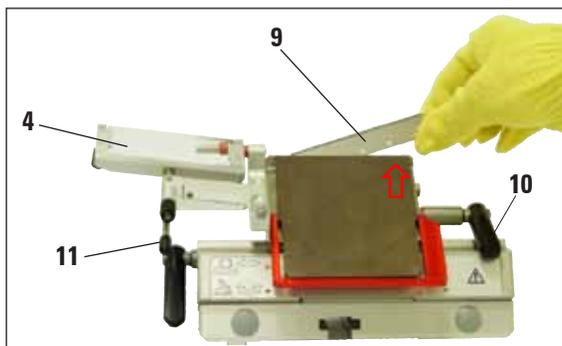

Fig. 3
1. Plegar el sistema de la placa antirroll (4) hacia la izquierda utilizando la palanca (11) (no el tornillo de ajuste de la placa antirroll), para que la altura de la placa antirroll no varíe (fig. 3).
2. Abrir la palanca de fijación (10) girándola en el sentido contrario al de las agujas del reloj (fig. 3).
3. Insertar la cuchilla (9) con cuidado por la parte superior o por uno de los lados entre la placa de presión y el portacuchillas. Comprobar que la cuchilla quede insertada uniformemente y centrada sobre el taco (ver flecha roja en fig. 3).